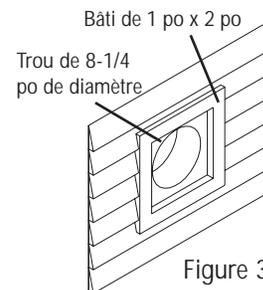

Figure 3
- Découpez le trou carré. – DÉCOUPEZ SEULEMENT LE PAREMENT DU MUR EXTÉRIEUR ET NON PAS LE REVÊTEMENT SE TROUVANT EN DESSOUS. (fig 3)